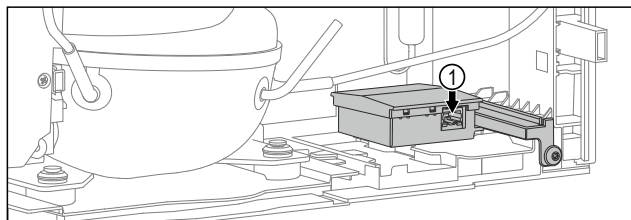

Fig. 46
- Сетевой кабель подсоединен. Fig. 46 (1)
- ▶ Подключите сетевой кабель. Fig. 46 (1)